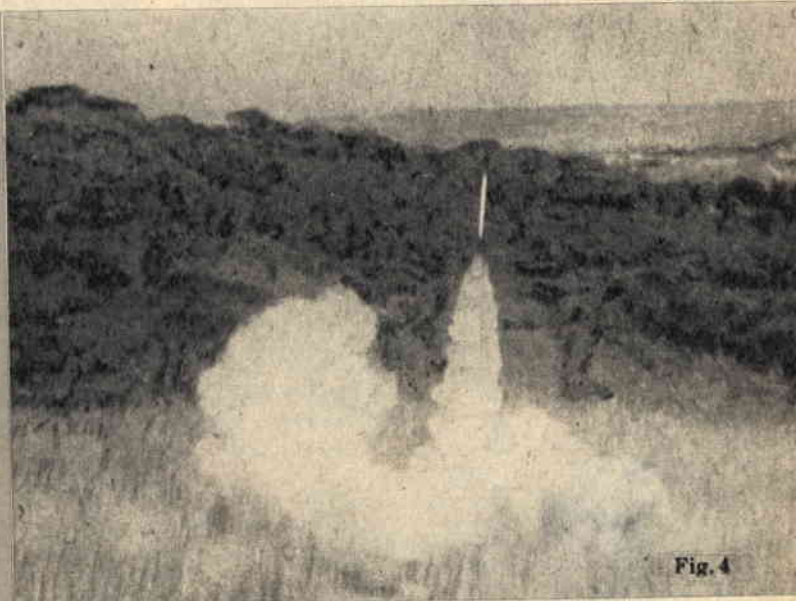

Fig. 4
*Fig. 4 - Il lancio di un missile è il momento più emozionante. Questo modello, lasciata la rampa di lancio, punta decisamente verso il cielo. Che altezza raggiungerà? Supererà il limite raggiunto dagli altri modelli?*